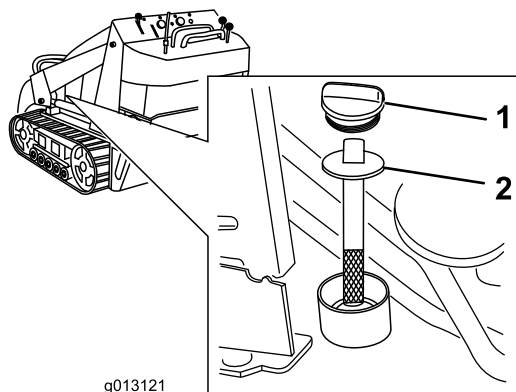

**Figura 61**
4. Collocate una bacinella di spurgo sotto il filtro (Figura 61).
5. Togliete il filtro usato (Figura 61) e pulite la superficie della guarnizione dell'adattatore del filtro.
7. Montate il filtro idraulico di ricambio sull'adattatore del filtro (Figura 61). Girate il filtro in senso orario finché la guarnizione di gomma non tocca l'adattatore, quindi serrate il filtro di un altro 3/4 di giro.